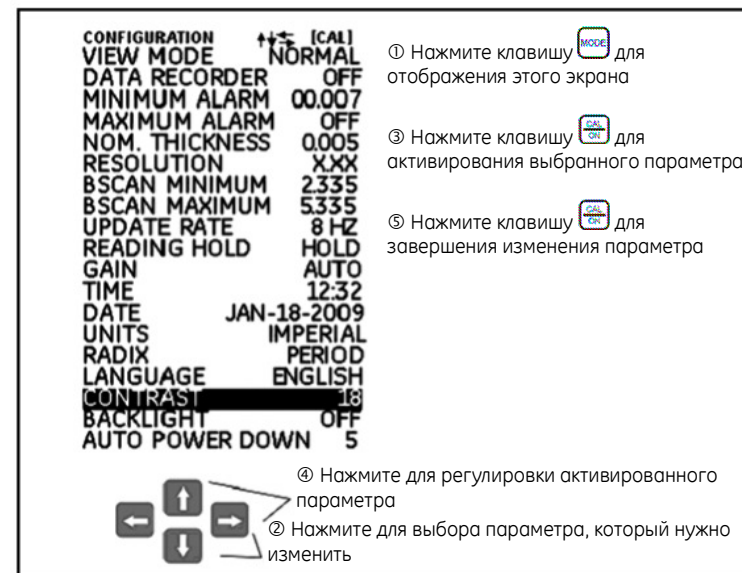

Рис. 9. Меню конфигурации
Перед использованием толщиномера DM5E необходимо запрограммировать параметры, перечисленные на следующей странице, на экране конфигурации (*Configuration*) (см. рис. 9) следующим образом:
1. Нажмите клавишу  для перехода на экран *конфигурации (Configuration)* (см. *рис. 9 на стр. 21*).
1. Нажмите клавишу  для перехода на экран конфигурации (Configuration) (см. рис. 9 на стр. 21).